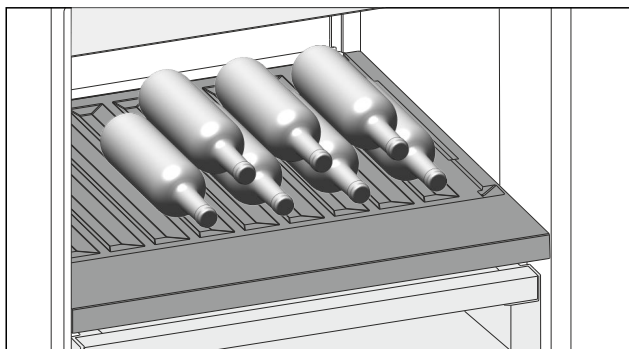

Fig. 98
- A palackokat az aljukkal hátrafele helyezze a hátfalhoz. (lásd Fig. 98)